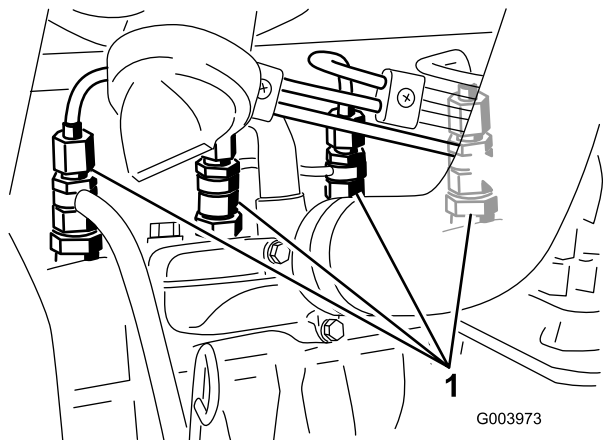

图36
1. 松开与 1 号喷嘴和固定器组件的管道连接 (图 36)。